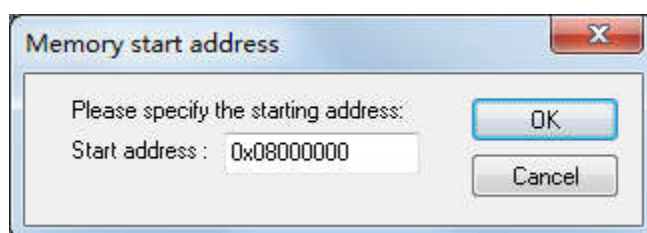

图 4.1-4 设置比较的起始地址
- 6) 确认固件烧写到目标芯片中的起始地址, 点击 “OK” 后, 开始比较, 如图 4.1-4 所示。